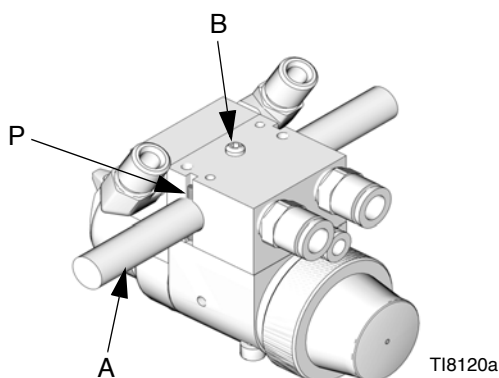

Рис. 3. Монтаж ползуна
1. Вставьте монтажный стержень (А) в отверстие коллектора, как показано на Рис. 3.